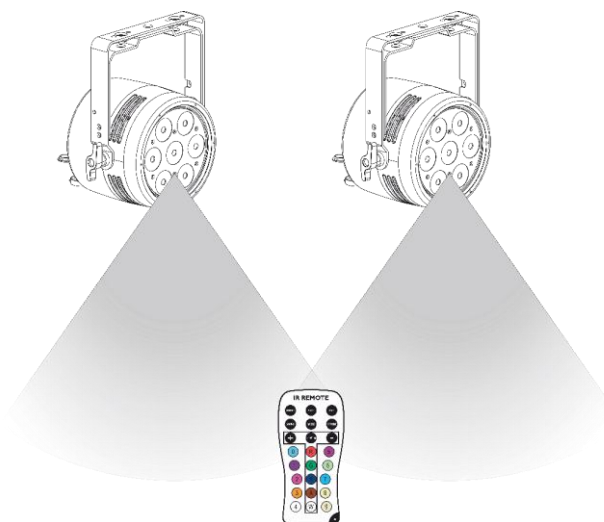
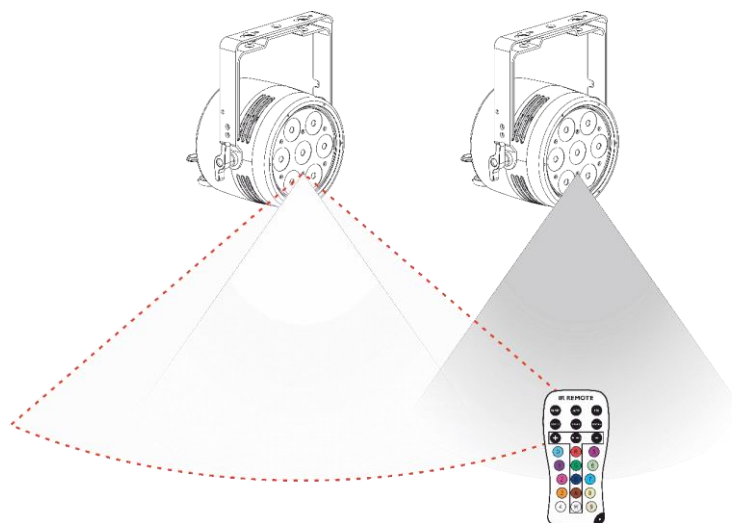

Fig. 12
Fig. 13
U kunt meerdere apparaten tegelijk bedienen met de afstandsbediening. Zorg ervoor dat u de afstandsbediening richt op de **infraroodsensor (05)** van het apparaat of de groep apparaten die u wilt bedienen, zoals weergegeven in Fig. 12. Als u de afstandsbediening op de **infraroodsensor (05)** van het apparaat richt buiten het bereik van de sensor, zal het apparaat niet reageren op de afstandsbediening (Fig. 13).